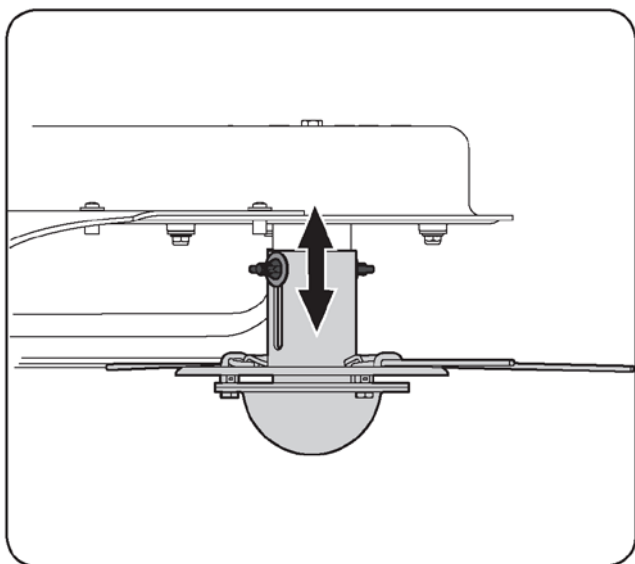

图 5-1
2. 重新紧固翼型螺母之前上下滑动主轴至所需位置。请参见图 5-1。